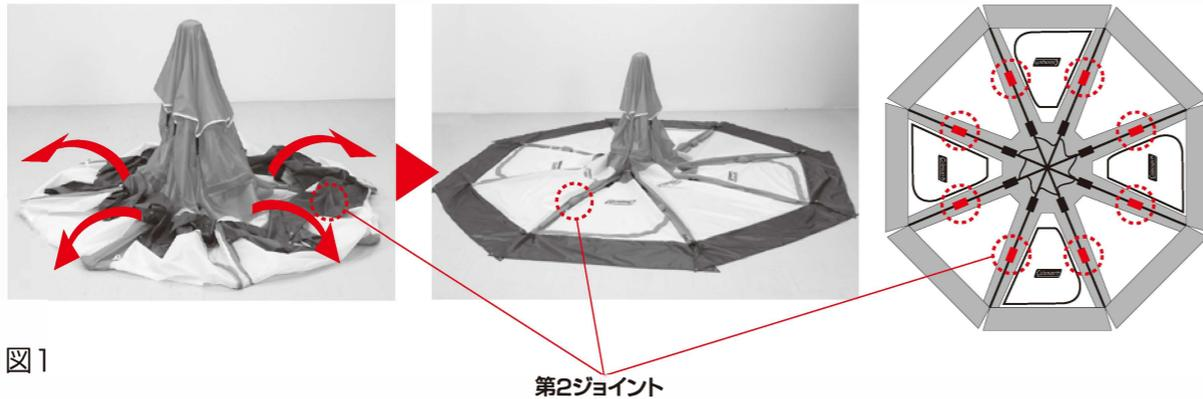

図1
**STEP 1** シェルターをキャリーバッグから取り出し下のように広げ、第2ジョイント(8ヶ所)を伸ばし広げます。ジョイントは確実に伸ばしてください。(図1)